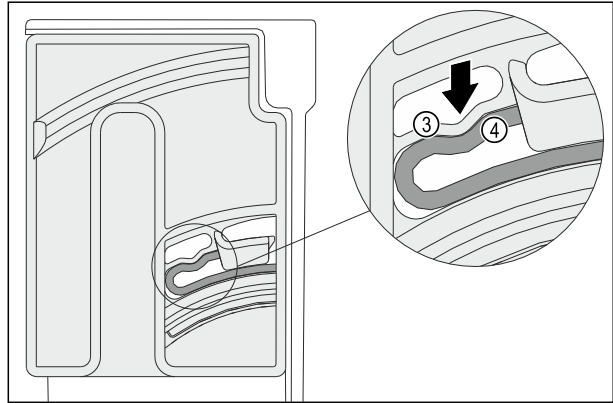

Fig. 122
- ▶ Elastický prvok Fig. 122 (3) otočnej jednotky počutelne zapadne do okrúhlej formy rebra Fig. 122 (4).